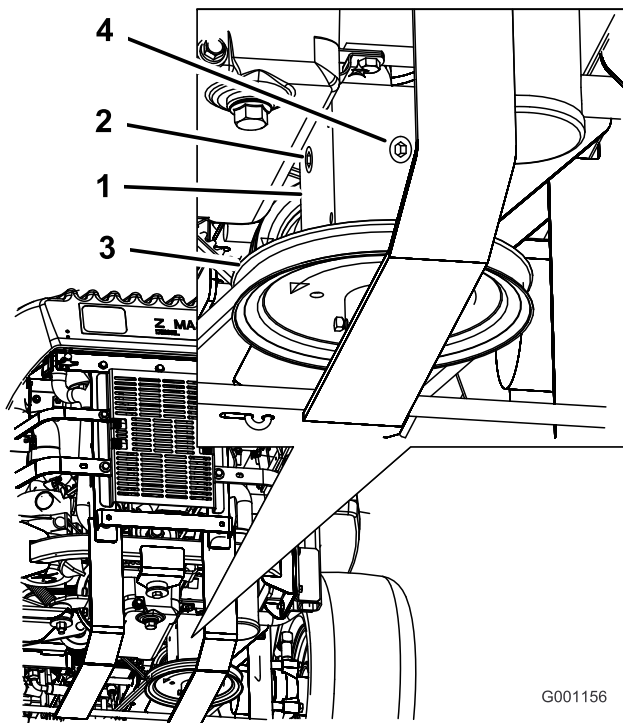

Figura 79
3. Togliete il tappo laterale o posteriore degli ingranaggi (Figura 79).